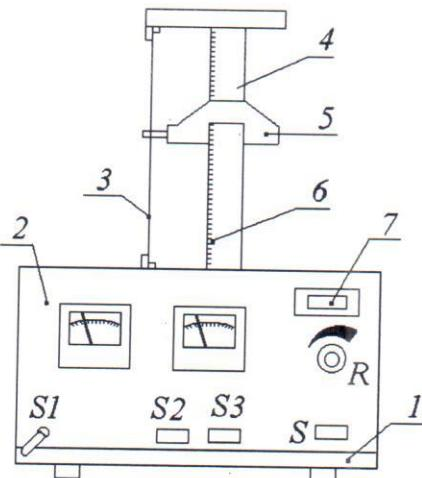

Рис.1. Общий вид установки
Общий вид установки представлен на рис.1. К основанию (1) прикреплена колонна (4) с нанесенной метрической шкалой (6). Подвижный кронштейн (5) может передвигаться вдоль колонны. Между верхним и нижним неподвижным кронштейнами натянут резистивный провод (3). Нажатие клавиши S прибора (2) вызывает включение напряжения питания, при этом высвечивается индикатор (7). Переключением клавиши S_2 выбирается вид работы установки (мост Томсона или определение удельного сопротивления проводника).